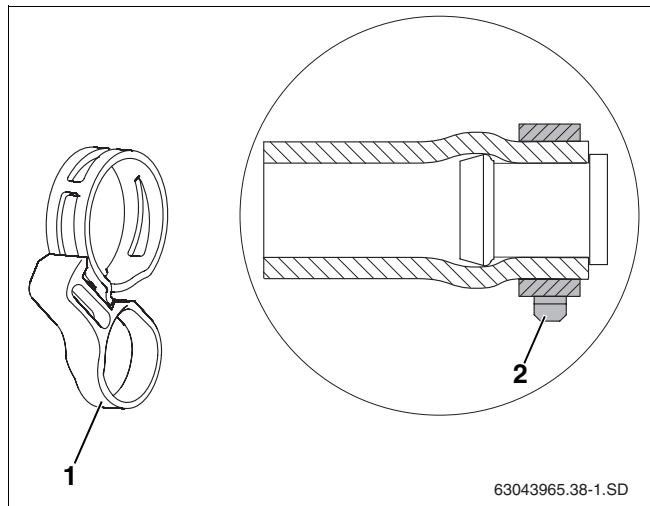

Fig. 39 Colier arc cu inel de siguranță montat deja la dopurile premonetate
- Poziția corectă a colierelor cu arc (Fig. 39, **Poz. 2**) este garantată înaintea scoaterii (Fig. 39, **Poz. 1**) inelelor de siguranță. O desfacere ulterioară cu ajutorul unor clești poate distruge/deteriora puterea de strângere.